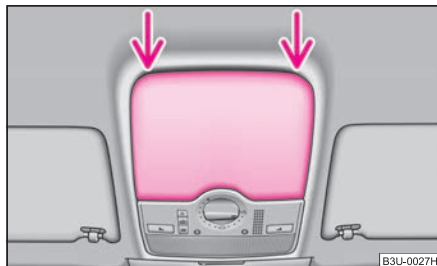

Abb. 32 Ausschnitt aus dem Dachhimmel: Ansatzpunkt des Schraubendrehers
- Setzen Sie einen Schraubendreher (Bordwerkzeug) mit der flachen Klinge vorsichtig an der hinteren Seite der Abdeckung für den Dachantrieb ⇒ **Abb. 32** an.